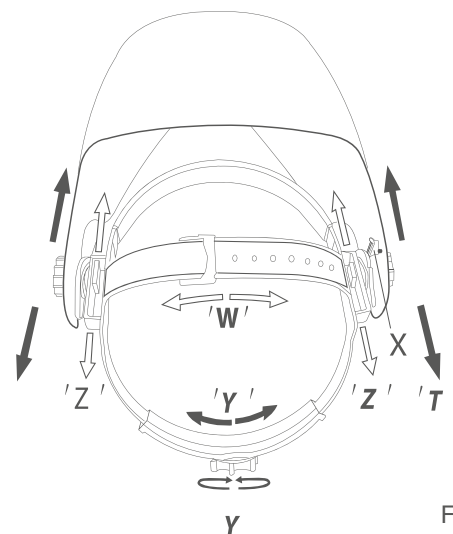

Fig4
- 4.1. Ajuste de la parte superior del arnés (Fig.4 W): Ajuste la longitud de la correa superior para asegurar el balance y estabilidad apropiada.
- 4.2. Ajuste del diámetro del arnés (Fig.4 Y): Gire la perilla ubicada en la parte trasera del arnés para aumentar o disminuir su diámetro y conseguir el ajuste deseado.
- 4.3. Ajuste de distancia al filtro (Fig.4 Z y T): Ajuste la distancia entre el lente y la cara soltando las perillas de tensión ubicadas a los lados del casco y presione hacia adentro para liberar de las ranuras de ajuste. Mueva hacia adelante y hacia atrás para obtener la posición deseada. Ambos lados deben estar ubicados a la misma distancia para una óptima visión.
- 4.4. Ajuste de ángulo (Fig.4 X): Cuatro pasadores en la parte derecha del arnés para proveer ajuste al ángulo de avance del casco. Para ajustarlo suelte la perilla de ajuste externa del lado derecho luego levante la pestaña y ajústela para obtener el ángulo de avance deseado.